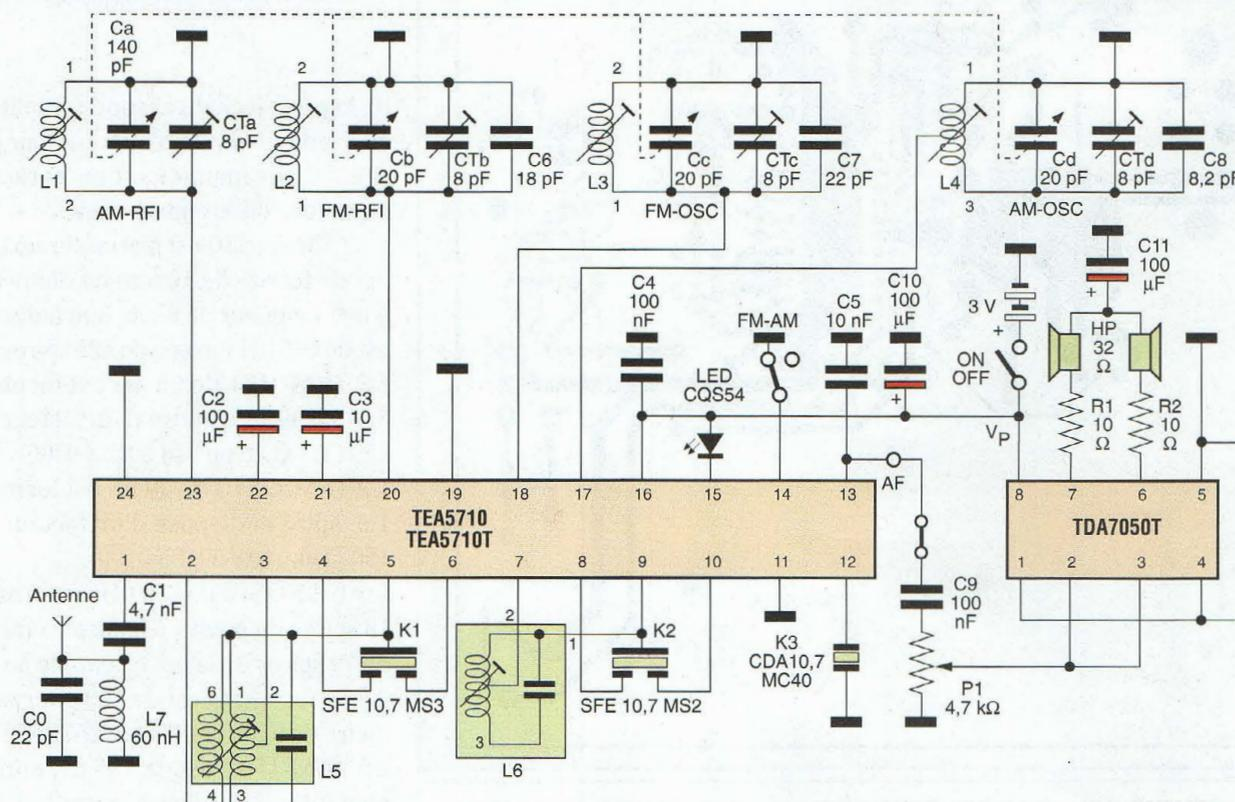

Fig.1 Schéma électrique du récepteur AM/FM.
Toujours à l'affût de nouveaux circuits performants et simples de mise en œuvre, il nous a été donné d'expérimenter un circuit qui rassemble toutes les fonctions pour réaliser un récepteur AM/FM complet. Inévitablement, quelques éléments passifs externes impossibles à miniaturiser sont nécessaires pour assurer le fonctionnement du circuit qui délivre ensuite un signal prêt à l'amplification. Le schéma électrique reproduit en fig.1, articulé autour du TEA5710 de chez Philips comporte tous les étages d'entrées (front-end) AM/FM faisant largement appel aux quelques condensateurs et bobines ou filtres externes. La tension d'alimentation confiée au récepteur est comprise entre 2 et 12 volts. Dans notre cas, elle fonctionne avec deux petites piles bâton
Cet appareil est destiné à assurer le réglage des étages de moyenne fréquence (MF) également connus sous la dénomination de "Fréquence Intermédiaire" (FI) des récepteurs superhétérodynes à simple ou double changement de fréquence. Dans le schéma électrique reproduit en fig.1, noter que l'appareil se compose principalement de deux étages circonscrits autour des transistors utilisés. Le premier, correspondant à l'étage oscillateur, est construit autour de T1. Le second est un étage séparateur qui repose sur T2. Le circuit résonant de contre-réaction de l'oscillateur est constitué par le filtre céramique FC. Le simple montage d'un filtre adapté permet de faire fonctionner le générateur sur la fréquence souhaitée. Le transformateur de radio fréquence MF1 est destiné au transfert du signal